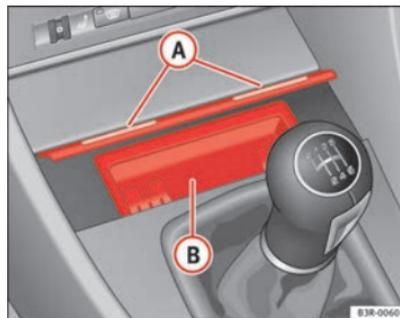

Fig. 122 Consola central: Cinzeiro aberto
- Premir brevemente a moldura frontal do cinzeiro **A** ⇒ fig. 122. ▶
- Pegue na carcaça do cinzeiro **(B)** ⇒ página 153, fig. 122 pelas reentrâncias laterais e retire-a puxando para cima.